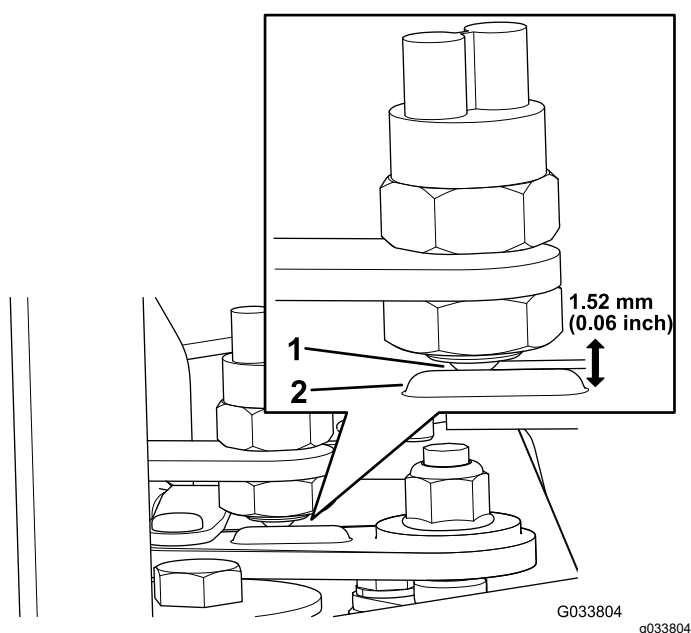

Figura 5
2. Verificate che l'interruttore a sfera si trovi nella parte anteriore della sporgenza della leva del cambio (Figura 5).
3. Regolate la profondità dell'interruttore a sfera su un gioco di 1,52 mm tra la sporgenza della leva del cambio e la superficie dell'interruttore a sfera (Figura 5).